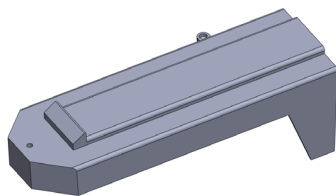

图 6-20 打开素材模型
(1) 单击常用工具栏中的【打开】按钮，打开一幅素材模型，如图 6-20 所示。